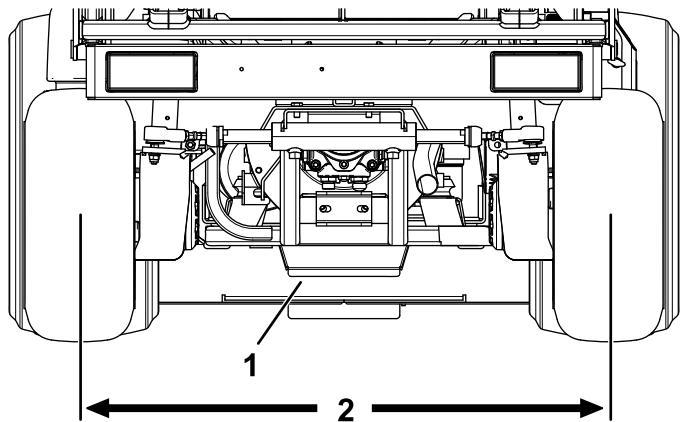

Figura 70
2. Ajuste ambas barras de acoplamiento hasta que la distancia de centro a centro entre las ruedas traseras, por delante y por detrás, sea la misma (Figura 70).